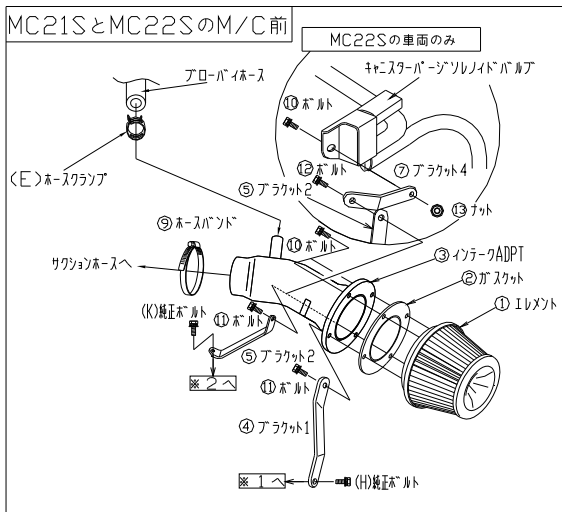

図2
2. 下図2~3を参照してPOWER INTAKEを組立ててください。この時、各ボルト・ナットは仮締めの状態にしておいてください。
※ MC22Sの車両は⑫ボルトで⑤ブラケット2と⑦ブラケット4を図2に従って共締してください。